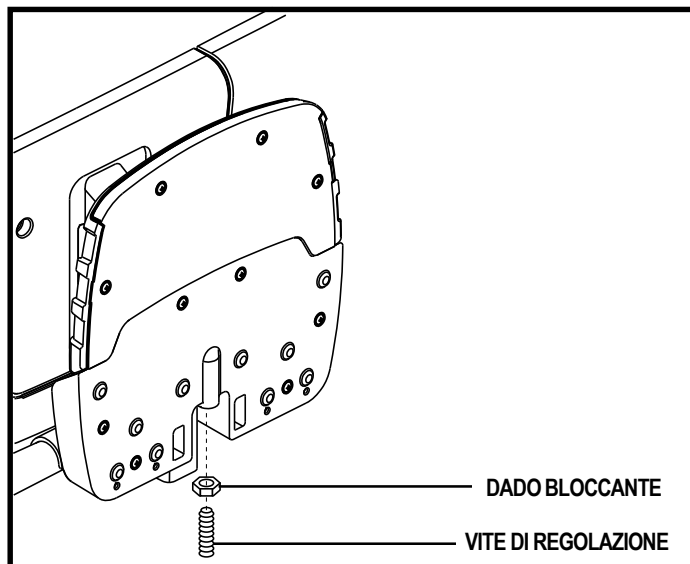

Figura 17. La parte inferiore della pedana unica
1. Ripiegare la pedana unica poggiagambe verso l'alto e localizzare la vite di regolazione. Vedere figura 17.